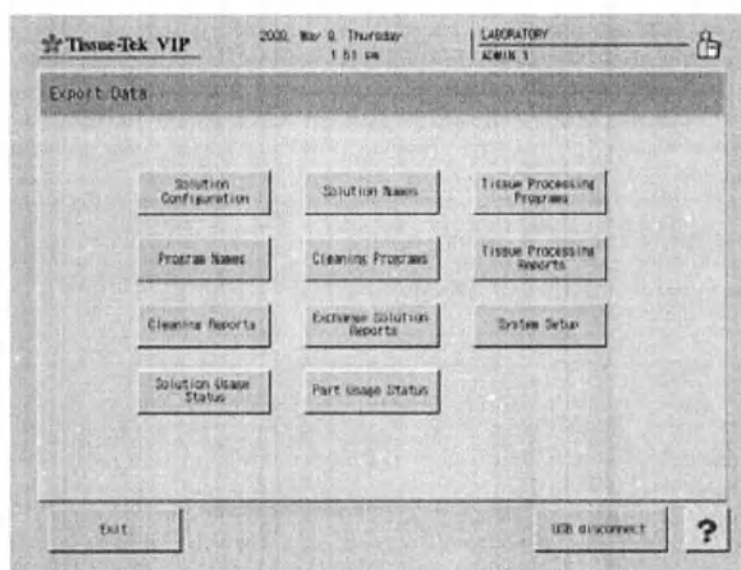

Рис. 54 Окно «Экспорт данных»
1. В главном меню выберите закладку «**Utility Menu**» (Меню утилит), а затем нажмите кнопку «**Export Data**» (Экспорт данных). Появится соответствующее меню (Рис. 54).